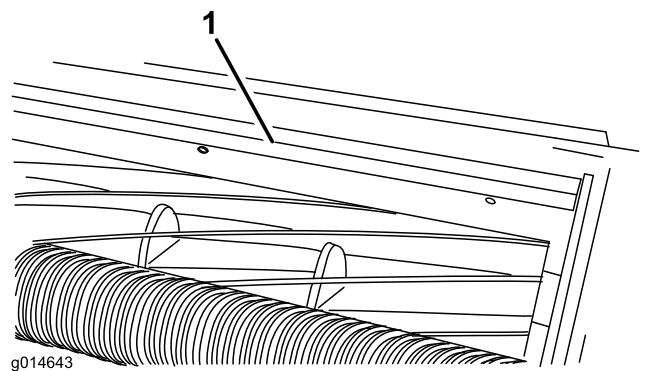

Figura 12
1. Desaperte os parafusos que fixam a barra superior (Figura 12) à unidade de corte.